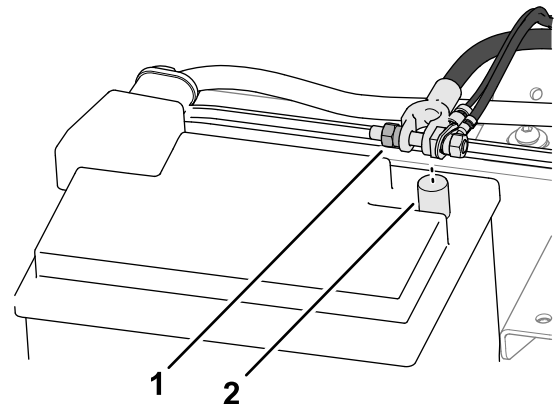

Bild 2
1. Lösen Sie die vordere Mutter der Kabelklemme am Minuspol der Batterie (Bild 2).
2. Heben Sie das Minuskabel am Minuspol der Batterie hoch (Bild 2).